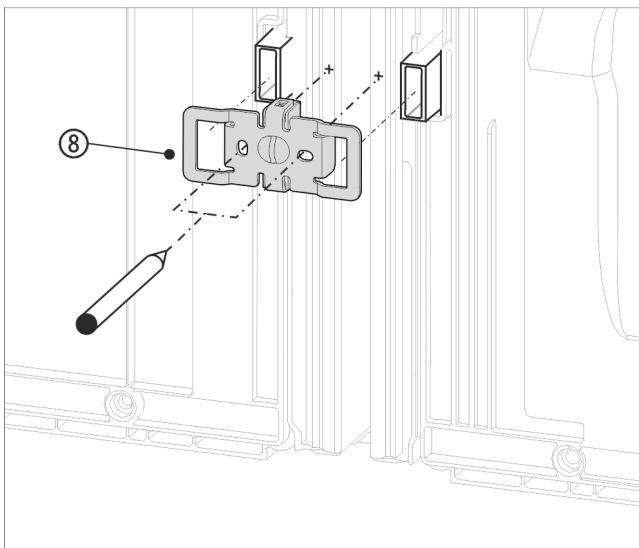

Fig. 17 Príklad zobrazenia
- Uholník Fig. 17 (8) s vybraniami posuňte nad uchytenie pre dištančné držiaky na stenu.